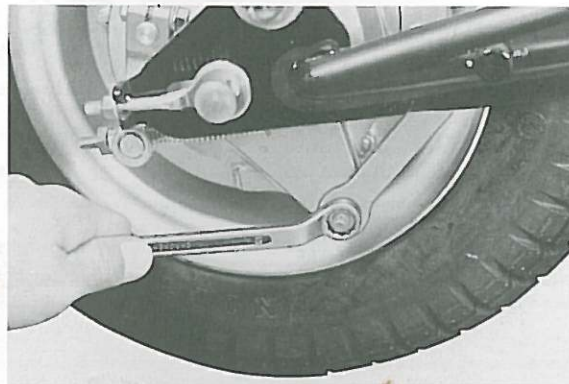

Fig. 5-2-1
1. Remove the tension bar and brake cable from rear shoe plate. (Fig. 5-2-1)
1. Enlever la patte d'écartement et la câble de frein arrière du plateau porte-segments. (Fig. 5-2-1)
1. Zugstange und Bremsseil von der hinteren Bremsbackenscheibe abnehmen. (Fig. 5-2-1)